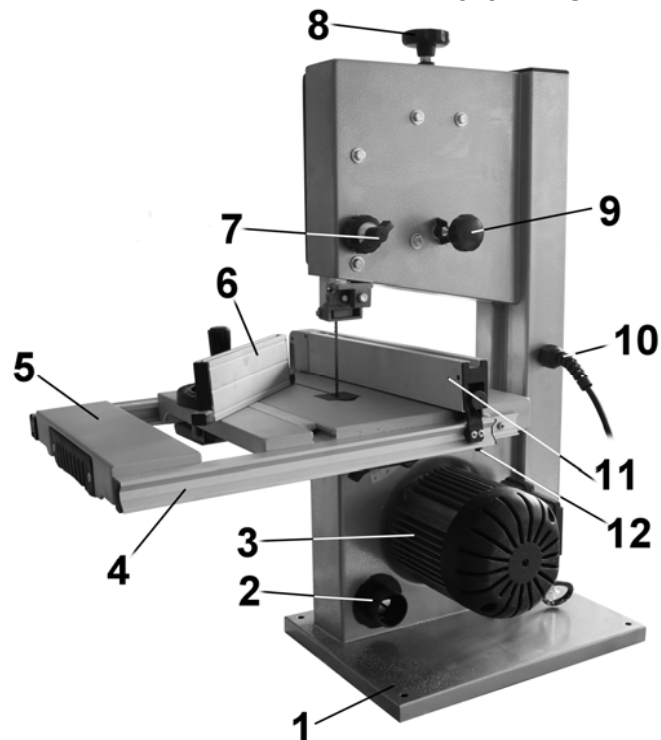

Рис. 2
12.3.4. Подачу заготовки осуществляйте двумя руками, не допуская опасной близости их к движущейся пильной ленте (20), с равномерной скоростью, без толчков, постоянно контролируя прижим заготовки как к рабочему столу (28), так и к направляющей планке (11). Продольное усилие подачи не должно перегружать пилу, не должно смещать пильную ленту (20) от траектории движения. Любая остановка заготовки может образовать неровность или ступень на срезе заготовки, Рис. 2; 3.
12.3.6. При выполнении прямолинейных поперечных пиления заготовка обязательно должна плотно лежать на рабочем столе (28) и, кроме того, опираться на угловой упор (6). Позиция направляющей планки (11) определяется заданным размером детали по шкале (25). Угловой упор (6) должен быть точно выставлен и жестко зафиксирован, Рис. 2.
9.1.2. При установке пилы на верстаке (для обеспечения устойчивости) пила должна быть надёжно прикреплена к верстаку через специальные отверстия в нижней части основания (1), Рис. 2. Для этой цели необходимо установить болтовые соединения. Обязательно используйте при креплении плоскую и пружинную шайбы на каждый болт (не комплектуется).
10.2.2. Как показано на Рис. 2, установите удлинитель стола (5). На направляющие (4) установите ограничительные болты (12)..
### 10.3. Установка направляющей планки и углового упора (Рис.2; 3)
10.3.1. Как показано на Рис. 2; 3, установите и ручкой фиксации (14) закрепите направляющую планку (11) на левой стороне рабочего стола (28).
10.3.2. Как показано на Рис. 2; 3, установите угловой упор (6) так, чтобы угловой упор (6) свободно перемещался по рабочему столу (28).